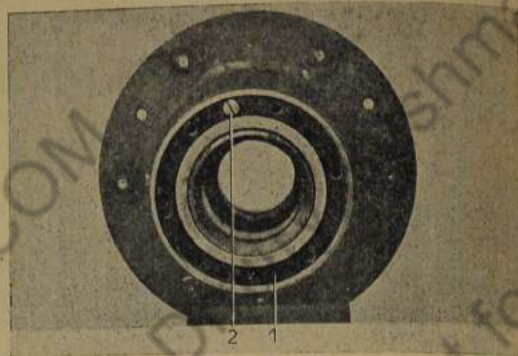

Bild 831: Gewinding in Radnabe entsichern
2. Radnabe (832/3) in Schraubstock spannen, Gewinding in der Radnabe entsichern (Bild 831).